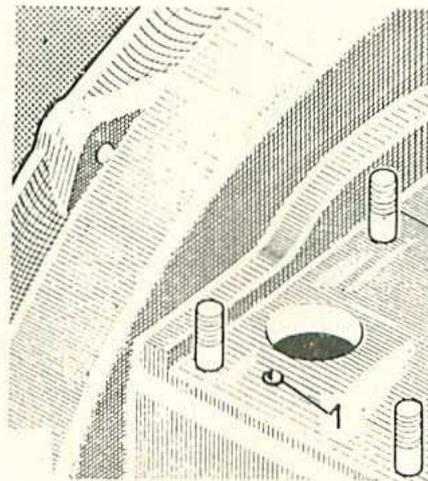

Fig. 7. — Vue du dessus du carter, région portant le boîtier des commandes auxiliaires.
- Vérifier les canalisations d'huile, en particulier le trou (1) (fig. 7) de retour d'huile au carter, dont l'orifice  $\varnothing$  3 mm est visible près du passage du dépresseur. S'assurer au moyen d'un morceau de corde à piano (longueur 250 à 300 mm) qu'il débouche bien dans le fond du carter. Gratter les plans de joints, s'il y a lieu.